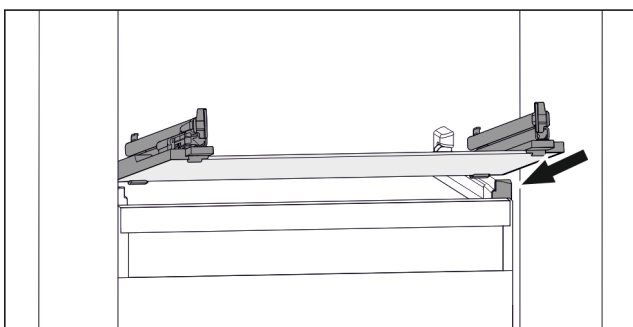

Fig. 168 Simbolična slika steklene plošče
- ▶ Steklenu ploščo postavite v poševnem položaju za zaustavljalniki. (glejte Fig. 168)